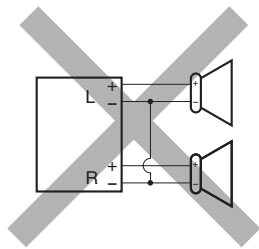
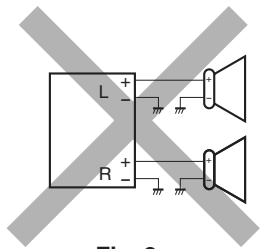
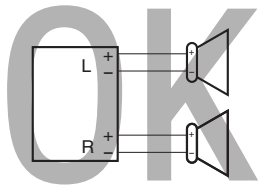

Fig. 1
Fig. 2
Fig. 3
- **If the speaker wiring in your car is as illustrated in Fig. 1 and Fig. 2 below, DO NOT connect the unit using that original speaker wiring.** If you do, the unit will be seriously damaged. Redo the speaker wiring so that you can connect the unit to the speakers as illustrated in Fig. 3.
- **If the speaker wiring in your car is as illustrated in Fig. 3,** you can connect the unit using the original speaker wiring in your car.
- **Si el conexionado de altavoz de su automóvil es como se indica en las Fig. 1 y Fig. 2 de abajo, NO conecte la unidad** utilizando ese conexionado de altavoz original. Si lo hace, se producirán daños graves en la unidad. Vuelva a efectuar el conexionado de altavoz de manera que pueda conectar la unidad a los altavoces de la manera indicada en la Fig. 3.
- **Si el conexionado de altavoz de su automóvil es como se indica en la Fig. 3,** podrá conectar la unidad utilizando el conexionado de altavoz original de su automóvil.
- **Si le câblage des enceintes de votre voiture est réalisé comme montré sur la Fig. 1 ou Fig. 2 ci-dessous, NE CONNECTEZ PAS l’appareil en utilisant ce câblage original d’enceintes.** Si vous le faites, l’appareil sera sérieusement endommagé. Recommencez le câblage des enceintes de façon que vous puissiez connecter l’appareil aux enceintes comme montré sur la Fig. 3.
- **Si le câblage des enceintes de votre voiture est comme montré sur la Fig. 3,** vous pouvez connecter l’appareil en utilisant ce câblage original d’enceintes pour votre voiture.